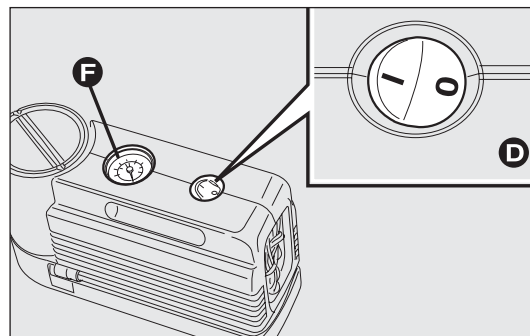
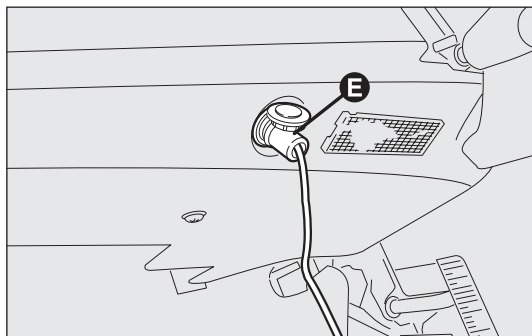

рис. 153
рис. 154
- Проверьте, чтобы выключатель D – рис. 153 компрессора был в положении 0 (выключено), запустите двигатель, вставьте вилку E – рис. 154 в ближайшую электрическую розетку и запустите компрессор, приведя выключатель D – рис. 153 в положение I (включено). Накачайте шину до давления, значение которого указано в параграфе «Давление в шинах» раздела «Технические данные».
Для получения более точных результатов рекомендуется проверить значение давления на манометре F-рис. 153 при выключенном компрессоре.